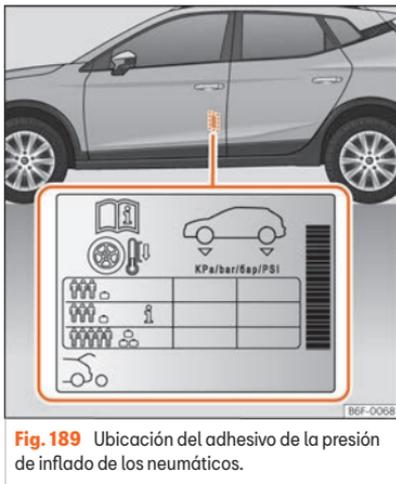

Fig. 189 Ubicación del adhesivo de la presión de inflado de los neumáticos.
- Adapte la presión de los neumáticos a la carga que lleva el vehículo »» fig. 189.
Los valores de la presión de inflado se indican en la etiqueta adhesiva situada en la zona posterior del marco de la puerta delantera izquierda »» fig. 189.
La presión de los neumáticos se debe adaptar a la carga actual del vehículo. Si el vehículo va a ir cargado al máximo, debe aumentar la presión de inflado al valor máximo de carga indicado en la etiqueta adhesiva »» fig. 189.
En el caso de una rueda de emergencia minimizada (125/70 R16 o 125/70 R18), inflar a 4,2 bar de presión según se indica en la etiqueta de presión de los neumáticos »» fig. 189.
En función del vehículo, se puede adaptar la presión de inflado de los neumáticos a media carga para aumentar el confort de marcha (presión de inflado **i** »» fig. 189). Cuando se circula con la presión de inflado de confort, puede incrementarse ligeramente el consumo de combustible.
- El conductor es responsable de que todos los neumáticos del vehículo estén inflados a la presión correcta. La presión de inflado recomendada viene indicada en un adhesivo »» fig. 189.
- Con los neumáticos en frío, deberá mantenerse siempre la presión indicada en el adhesivo »» fig. 189.